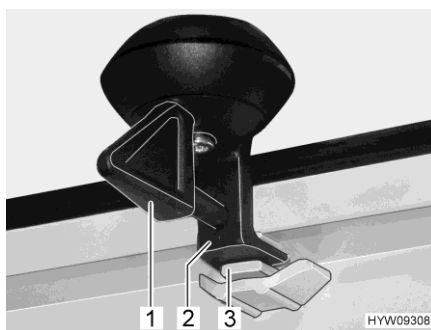

Bild 71 Lås (ventilationsläge)
- Vrid spaken (Bild 71,1) ett kvarts varv. Låset (Bild 71,2) måste glida in i det övre spåret (Bild 71,3).